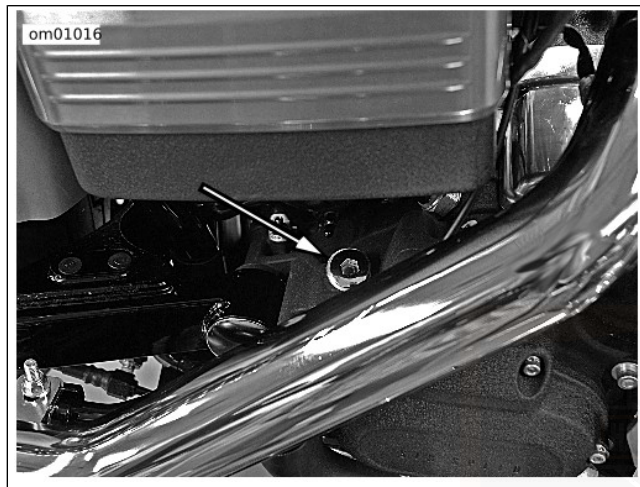

Figure 26. Emplacement du bouchon de remplissage/jauge de la transmission : modèles Dyna
2. Voir la Figure 26. Retirer le bouchon de remplissage/jauge fileté en le faisant tourner dans le sens antihoraire.
1. Voir la Figure 26. Retirer le bouchon de remplissage/jauge de la transmission.